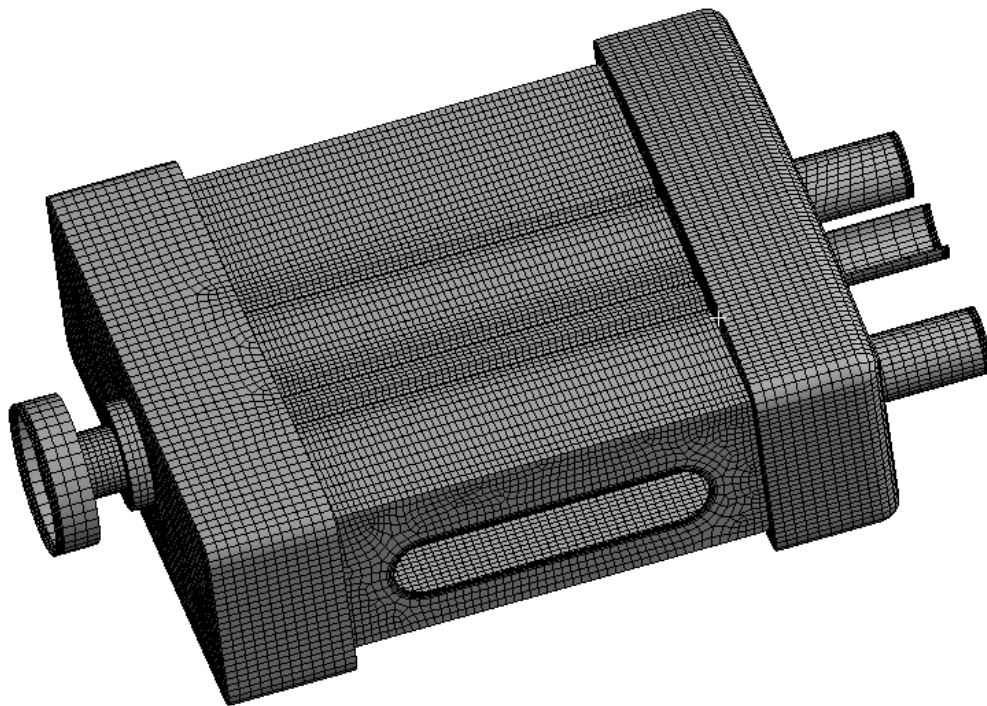

Рис. 25. Генерация сеточной модели
6.9. Нажимаем ПКМ на **Mesh** и выбираем **Generate mesh**. Готовая сеточная модель представлена на рис. 25. Закрываем окно блока **Model**.